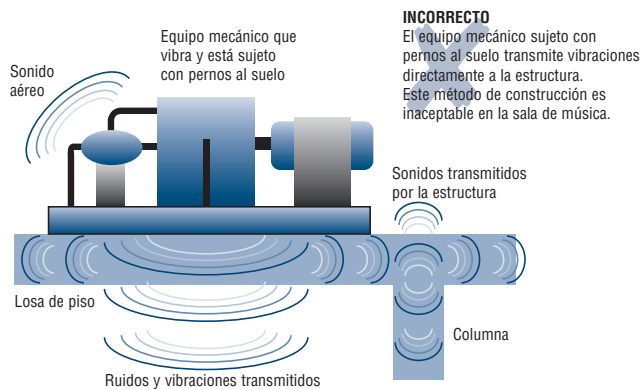

FIGURA 25
- Si las salas mecánicas de los sistemas de climatización están cercanas o contiguas a su sala de música, seguramente lo distraigan las vibraciones y los ruidos del compresor. Encuentre el equipo: fíjese en el techo encima de su sala, fuera de su sala a nivel del suelo o debajo de su sala en el sótano. Si el equipo no está aislado correctamente, producirá un sonido de baja frecuencia que atravesará la estructura edilicia (figura 25).